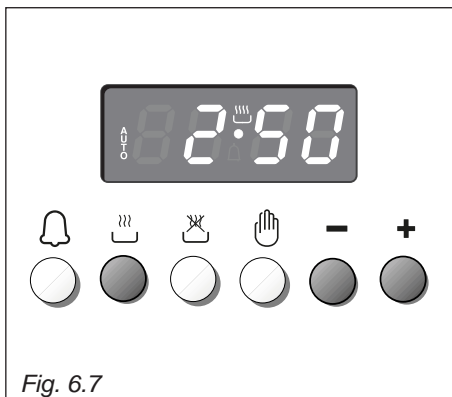

Fig. 6.7
1. Déterminer le temps de durée de la cuisson en pressant le poussoir  et le poussoir  pour avancer, ou le poussoir  pour revenir si le temps désiré a été dépassé (fig. 6.7).